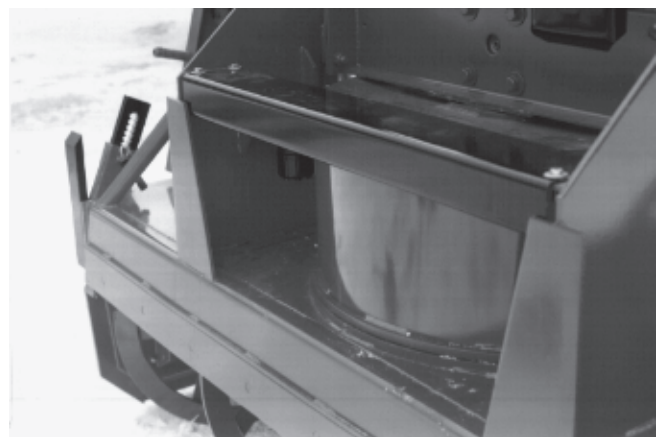

Figure 22
- 6) Boulonner le protecteur en place (Fig. 22).